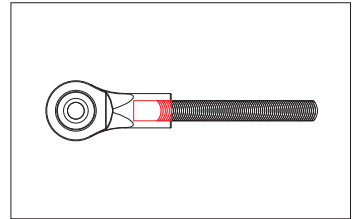

Abb. 13: Einschrauben der Gewindestange
5. Drehen Sie die Gewindestange in beide Köpfe der Koppelstange etwa 10 Umdrehungen tief ein. Dadurch haben Sie für evtl. später notwendige Korrekturen noch einen Verstellbereich von etwa +/- 10 mm in der Länge. (Abb. 13)